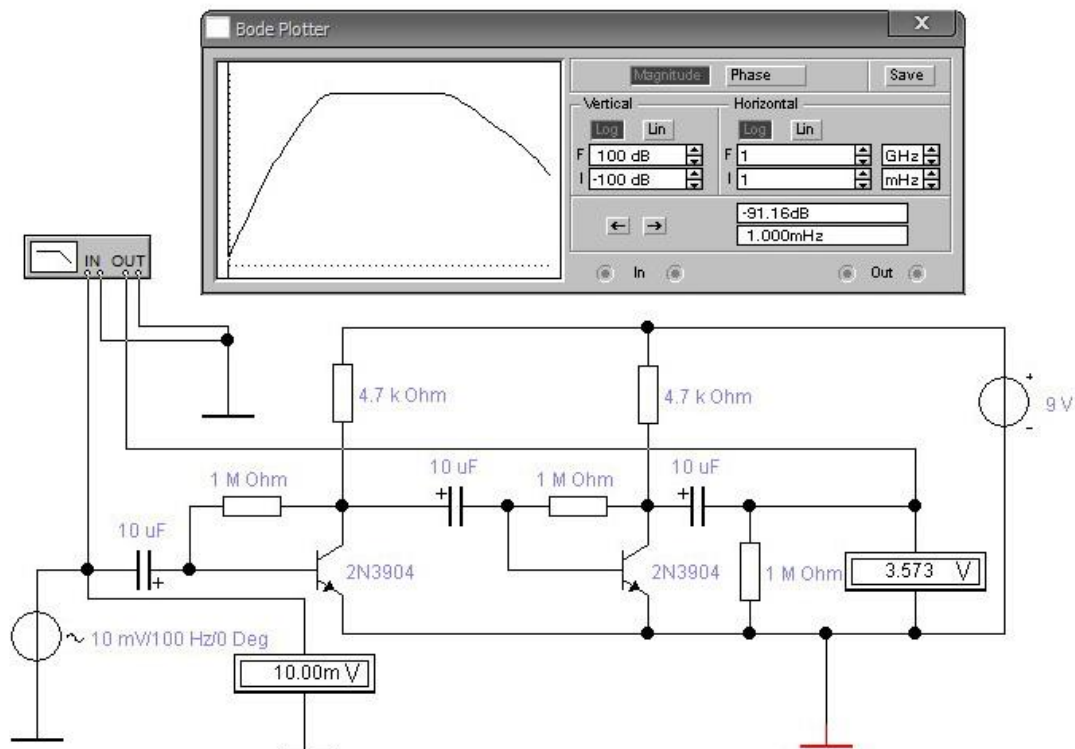

Рис. 1. Моделирование работы усилителя на низких частотах
Используем стандартный двухкаскадный транзисторный усилитель. Воспользуемся схемой усилителя в программе EWB, показанной на рис. 1. Посмотрим, как ведет себя усилитель при приближении частоты входного сигнала к нулю. Для этого используем источник переменного напряжения E1 с действующим значением напряжения  $V_1 = 10$  мВ и, начиная со 100 Гц, будем уменьшать в 10 раз частоту сигнала и фиксировать показания вольтметра V2, подключенного к выходу усилителя. Оба вольтметра должны быть переключены на измерения переменного напряжения (AC). Вначале показания вольтметра V2 существенно меняться не будут (надо только выждать некоторое время для установления показаний и не забывать производить перезапуск моделирования), но, пройдя «герцовый» диапазон, мы заметим, что начнется резкий спад выходного сигнала. Если вначале при 10 мВ на входе напряжение на выходе равно около 3,3 В, то при 0,1 Гц оно составляет всего лишь 24 мВ (чтобы получить эти показания надо не прерывать режима моделирования почти 6 мин). При частоте 0,001 Гц на выходе фиксируются микровольты.